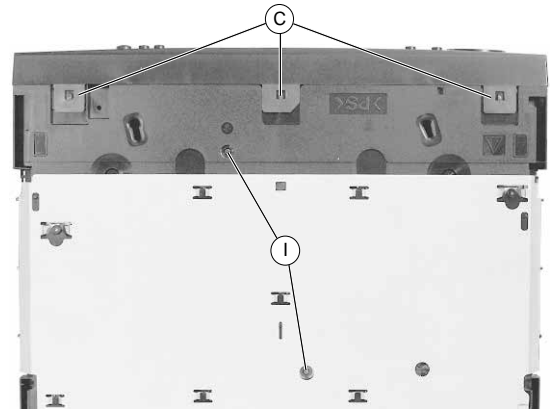
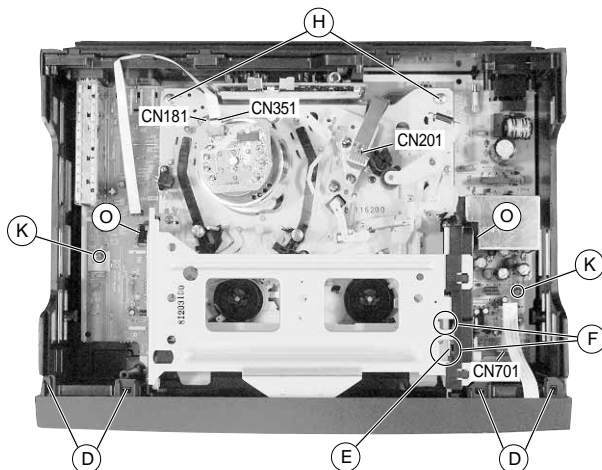
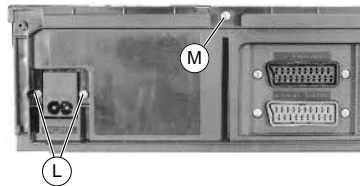

Fig. 2
Fig. 3
Fig. 7
- 3 Rasthaken (C) (Fig. 2) auf der Geräteunterseite lösen.
- Frontblende an der Unterseite nach vorne klappen und die Blende an den oberen Haken (D) (Fig. 3) aushängen.
- Release 3 clamps (C) (Fig. 2) on the cabinet bottom.
- Turn the lower edge of the front panel towards the front and detach the panel from the upper clamps (D) (Fig. 3).
- Steckverbindungen (Fig. 3, CN181 / CN201 / CN351) zum Laufwerk lösen.
- Arretierung (E) (Fig. 3) des Cassettschachtes an den beiden Aussparungen (F) nacheinander lösen und diesen dabei bis Anschlag nach innen schieben.
- 2 Schrauben (H) (Fig. 3) und 2 Schrauben (I) (Fig. 2) herausdrehen.
- Unplug the the plug-in connections (Fig. 3, CN181 / CN201 / CN351) to the drive mechanism.
- Disengage the locking lever (E) (Fig. 3) of the cassette mechanism successively at the two cutouts (F) and slide the mechanism inwards to the stop.
- Undo 2 screws (H) (Fig. 3) and 2 screws (I) (Fig. 2).
- Beim Aufsetzen des Laufwerks auf die Chassisplatte ist darauf zu achten, daß die Sensoren für Bandanfang und Bandende in die Abdeckungen (O) (Fig. 3) des Cassettenschachtes eintauchen. Das Laufwerk muß leicht auf der Chassisplatte aufzusetzen sein, damit die Steckverbindungen zur Chassisplatte richtig kontaktieren.
- When putting the drive mechanism on to the chassis board take care of the tape start and tape end sensors. They must plunge into the covers (O) (Fig. 3) of the cassette mechanism. It must be possible to put the drive mechanism easily on the chassis board to ensure that the connectors to the chassis board are in good contact.
- Gegebenenfalls Steckverbindung (Fig. 3, CN701) zur Bedieneinheit lösen.
- je 2 Schrauben (K) (Fig. 3) / (L) (Fig. 7) und Schraube (M) (Fig. 7) herausdrehen.
- Disconnect the plug-in connections (Fig. 3, CN701) to the keyboard control unit if necessary.
- Undo 2 screws (K) (Fig. 3) / (L) (Fig. 7) each and screw (M) (Fig. 7).